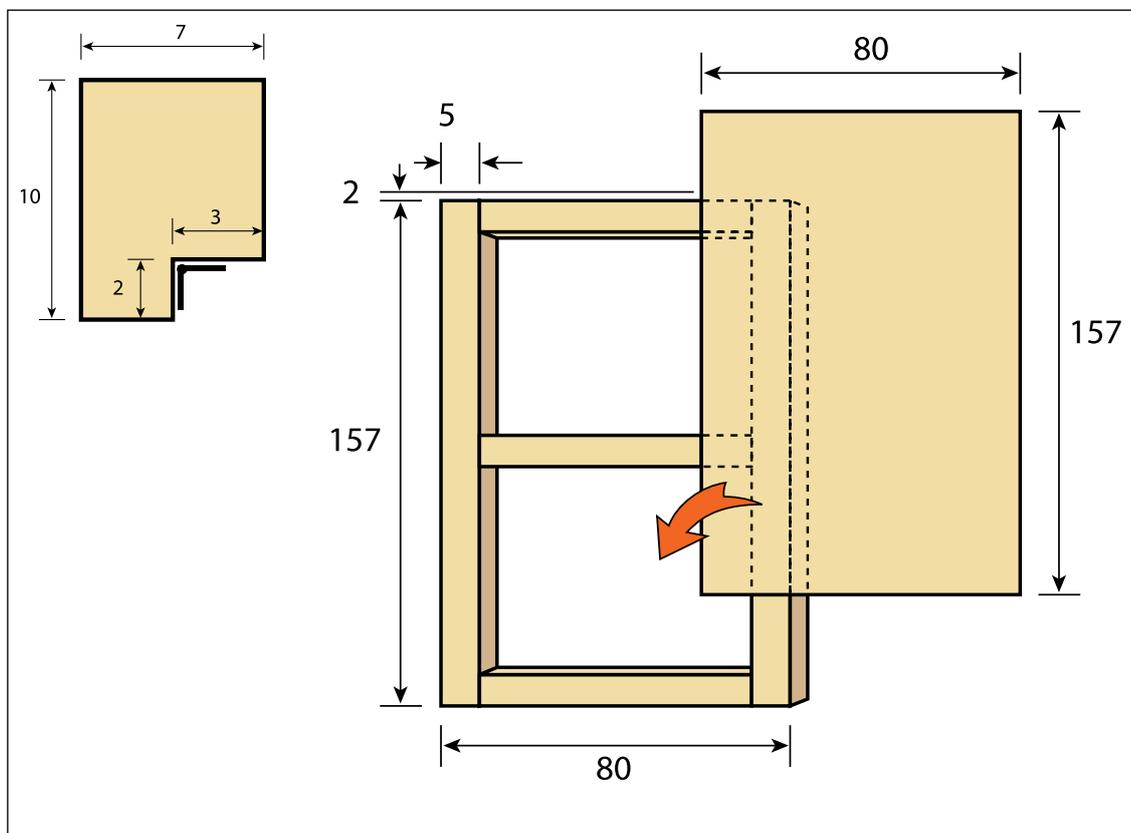

Рис. 20 - Дверная рама
- Вырежьте внутренние кромки как показано на рис. 20.
Изготовление двери (рис. 20):